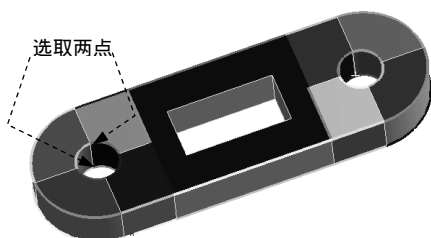

图 4.4.53 分割面结果(三)
(3) 定义圆柱面的分割。参照(1)中的步骤，分别选择对应的分割点对圆柱面进行分割操作，结果如图 4.4.53 所示。